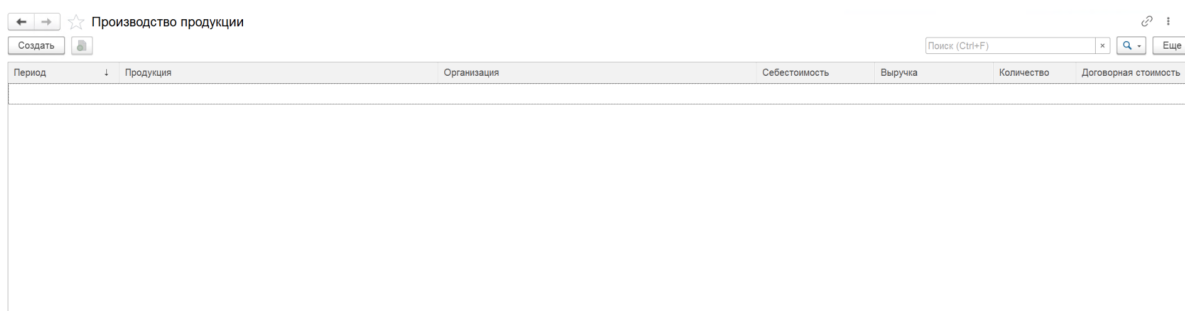

Рисунок 24 – Справочник «Производство продукции»
2) в рабочей области выбрать справочник «Производство продукции». В рабочей области будет отображен список из ранее сохраненных справочников «Производство продукции». Справочники доступны для редактирования (см. Рисунок 24);
Сохраненный справочник будет отображен в справочнике «Производство продукции» (см. Рисунок 24).